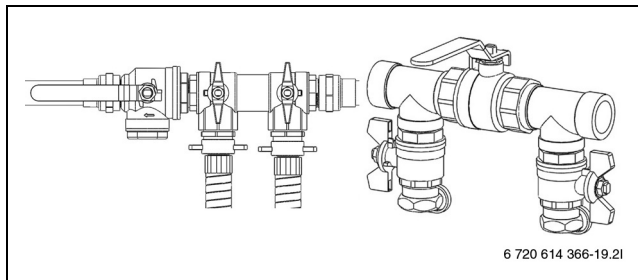

Bild 25 Befüllereinrichtungen in Befüllposition
- Ventile der Befüllereinrichtung auf die Befüllposition stellen (→ Bild 25).